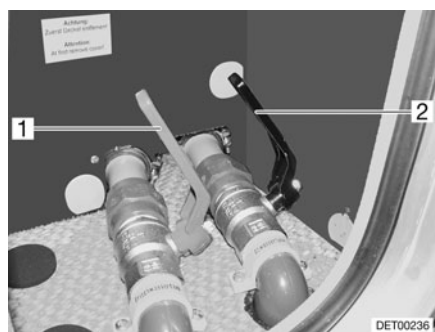

Fig. 211 Robinet de vidange dans le double plancher
Le robinet de vidange (Fig. 211,1) est monté dans le double plancher. Le robinet de vidange est désigné par l'inscription "Wasser" (eau).
- Ouvrir le robinet de vidange (Fig. 211,1). L'eau s'écoule.